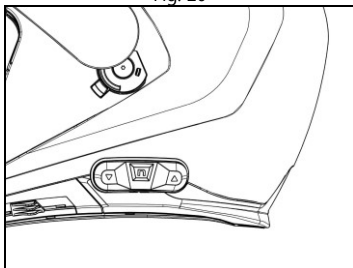

Fig. 22
- De correcte positionering van het toetsenbord is zoals wordt getoond in Fig. 22.